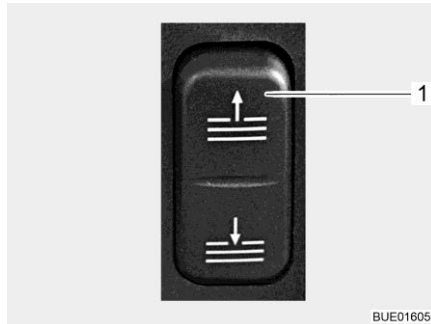

Fig. 20 Interrupteur pour le dispositif occultant du pare-brise
- Ouvrir le dispositif occultant du pare-brise. Appuyer sur la moitié supérieure de l'interrupteur (Fig. 20,1).